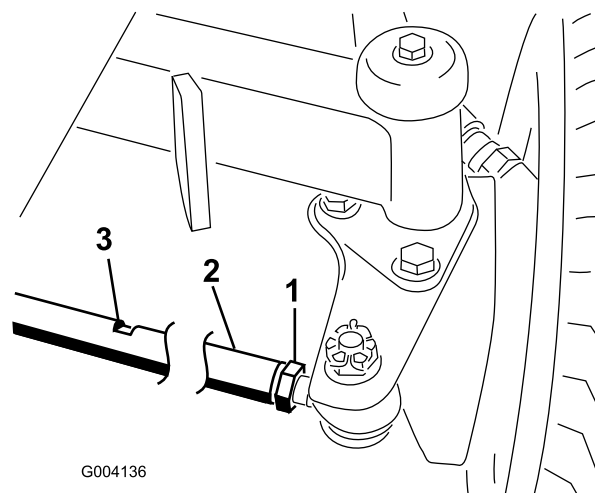

Figura 69
2. Allentate il controdado da ciascun lato del tirante (Figura 69).